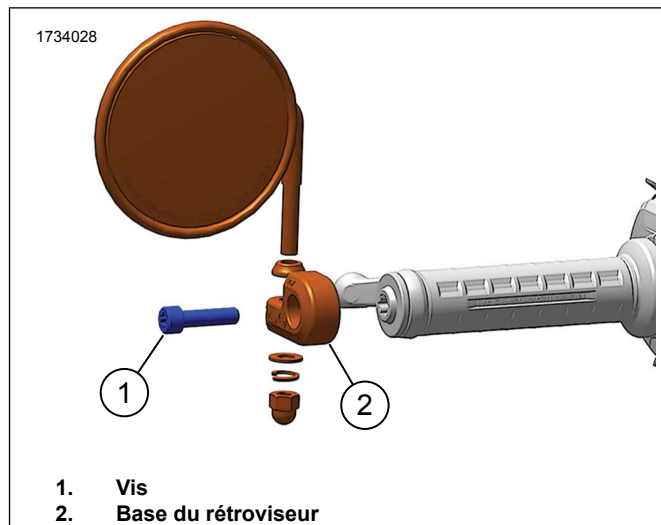
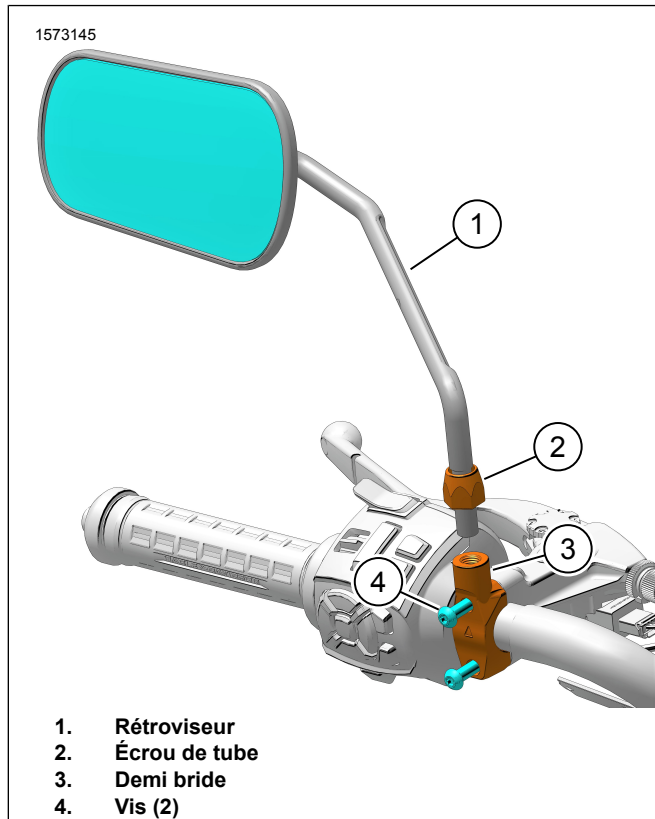

Figure 2. Rétroviseur d'extrémité de guidon
Figure 3. Ensemble rétroviseur (typique)
1. Figure 2 Retirer le rétroviseur Équipement d'origine (Équipement d'origine) de l'extrémité de la barre d'origine.
- a. Retirer et éliminer la vis (1).
- b. Déposer et éliminer la base du rétroviseur (2).
3. Figure 3 Retirer Équipement d'origine les vis (4) et serrer la demi bride (3) de l'embrayage et du maître-cylindre avant. Mettre de côté les vis (4) pour les réutiliser ultérieurement.
1. Figure 3 Desserrer l'écrou du rétroviseur (2) et déposer le rétroviseur.
1. Figure 3 Installer une **nouvelle** demi-bride (3).
3. Poser les vis (4). Ne pas serrer complètement.
- a. Installer et serrer la vis supérieure (4).
1. Figure 3 Installer le rétroviseur.
- a. Installer l'écrou du rétroviseur (2) sur la tige du rétroviseur jusqu'à ce qu'il soit en place sans être serré.
- b. Installer le rétroviseur (1) dans la moitié de la bride sans le serrer (3).
- c. Ajuster la position de la tige du rétroviseur (1).
- d. Serrer l'écrou du rétroviseur (2) contre la moitié de la bride (3). Attention à ne pas endommager la surface finie de l'écrou.